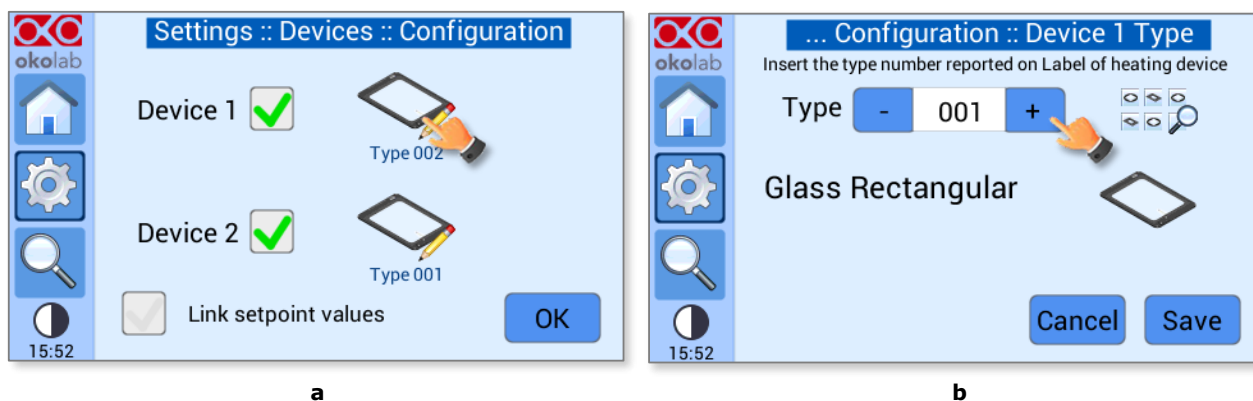
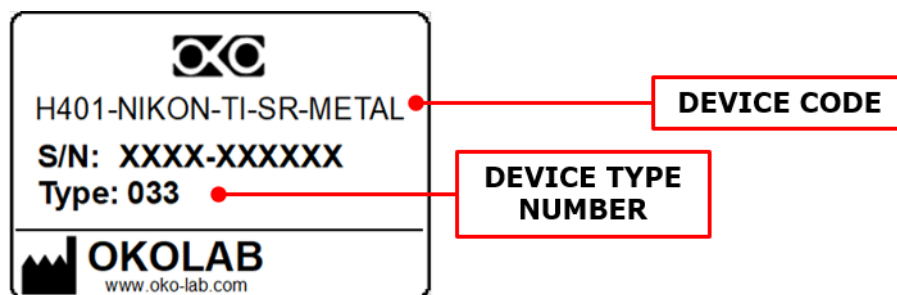

Figura 18. Menú de Configuración del tipo de dispositivo (a – b).
Figura 19. Etiqueta del dispositivo calefactor.
- 2 Pulse el icono de dispositivo para elegir el tipo de dispositivo conectado, como se indica en la figura 18 (a). Seleccione el número de tipo del dispositivo (ver figura 18 (b)). Puede consultar el número de tipo del dispositivo en la etiqueta del dispositivo calefactor (ver figura 19).